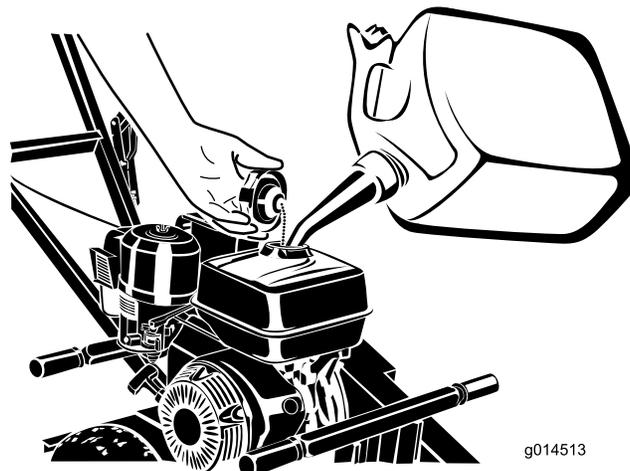

Figure 6
3. Nettoyez la surface autour du bouchon du réservoir de carburant et enlevez le bouchon (Figure 6).